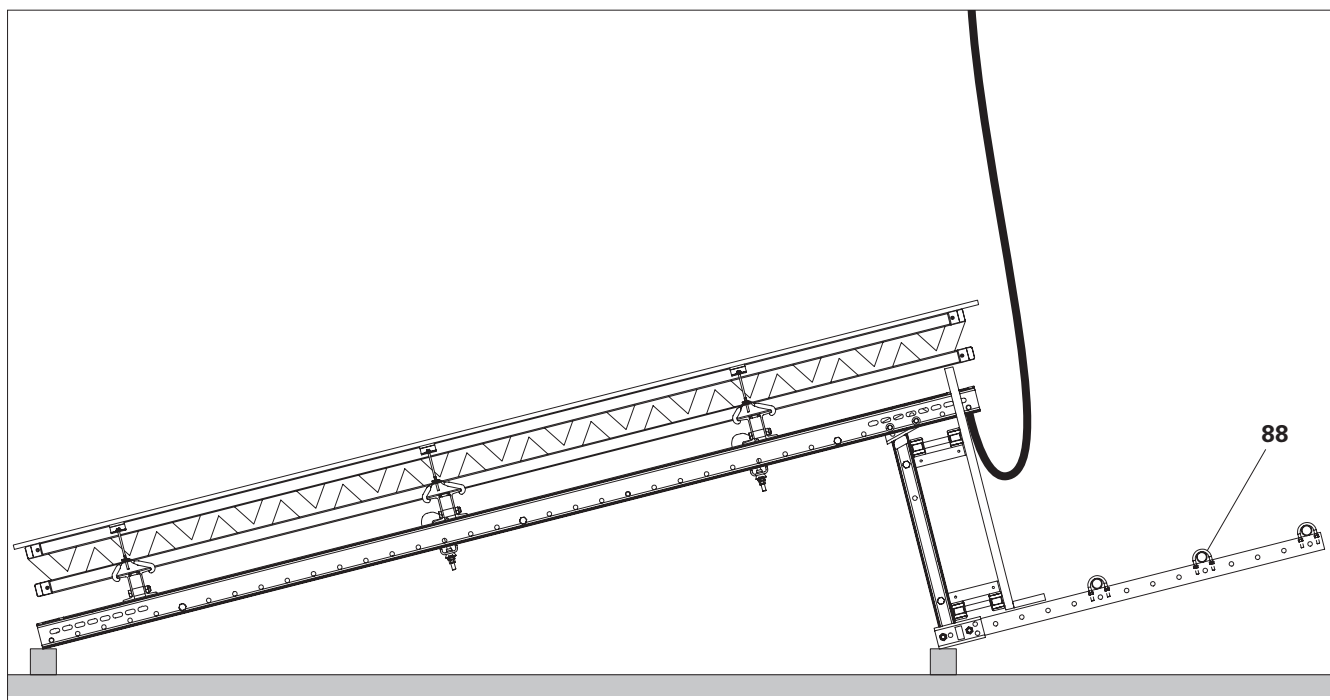

Fig. C1.12
8. Montare tubi di impalcatura **(88)** o tavole parapetto sui montanti parapetto. Vedere la Sezione "Parapetti" a pagina 48. (Fig. C1.12)